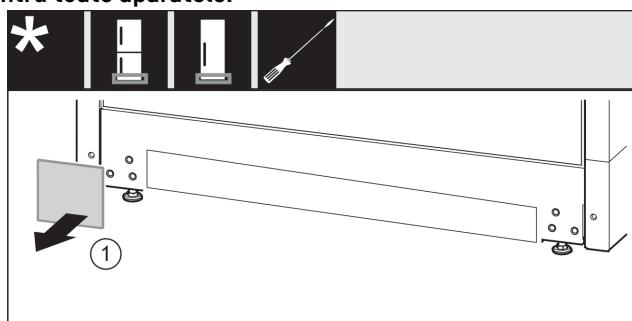

Fig. 15
- Detașați apărătoarea. Fig. 15 (1)